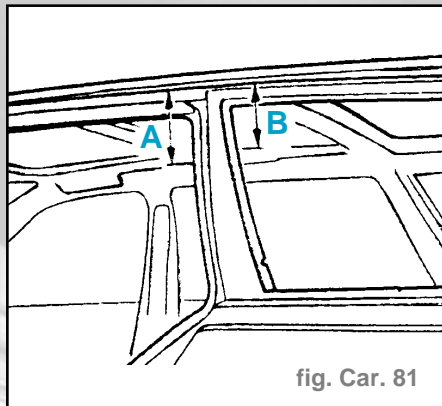

fig. Car. 81
- Déterminer la ligne de coupe au niveau du montant avant de custode. Repérer pour cela l'emplacement des points (fig. Car. 81).